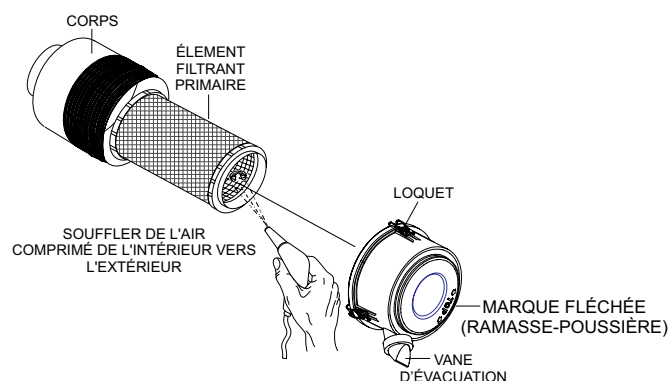

**Figure 52. Filtre à air**
Toutes les 250 heures : Retirer l'élément du filtre à air (Figure 52) et nettoyer l'élément en papier robuste en pulvérisant légèrement avec de l'air comprimé. Remplacer le filtre à air si nécessaire.
1. Relâcher les loquets qui fixent le couvercle au corps du filtre à air (Figure 52).
6. Pour nettoyer l'élément principal (filtre à air en papier) comme indiqué dans Figure 52, tapez plusieurs fois l'élément filtrant sur une surface dure pour enlever la saleté, ou soufflez de l'air comprimé (sans dépasser 30 psi [207 kPa, 2,1 kgf/cm2]) à travers l'élément filtrant de l'intérieur vers l'extérieur.